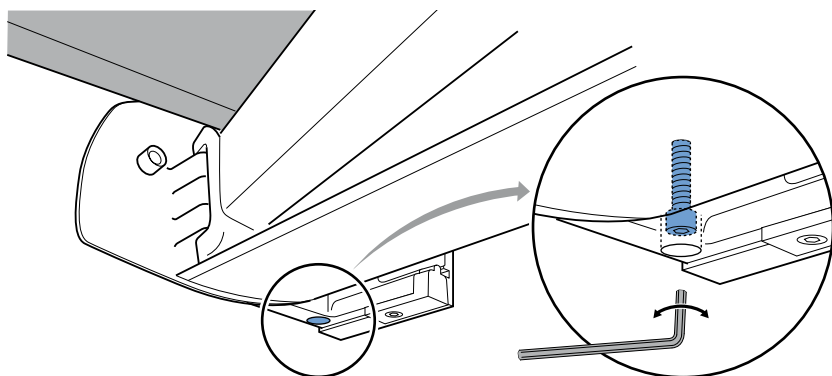

fig. 5.1 Emplacement du boulon à six pans creux à gauche
2. Vous pouvez régler l'inclinaison du store via le boulon à six pans creux qui se trouve à gauche et à droite, dans le bas des étriers de montage. Voir figure 5.1.